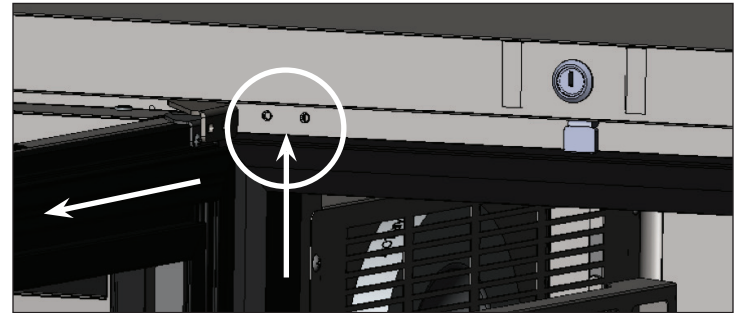

Fig. 2. Retire la bisagra superior de la unidad.
2. Una vez retirados los pernos, gire el soporte hacia la puerta. Incline la parte superior de la puerta hacia fuera para que quede libre de la encimera. Levante la puerta para desengancharla del soporte de la bisagra superior. Véase la fig. 2.